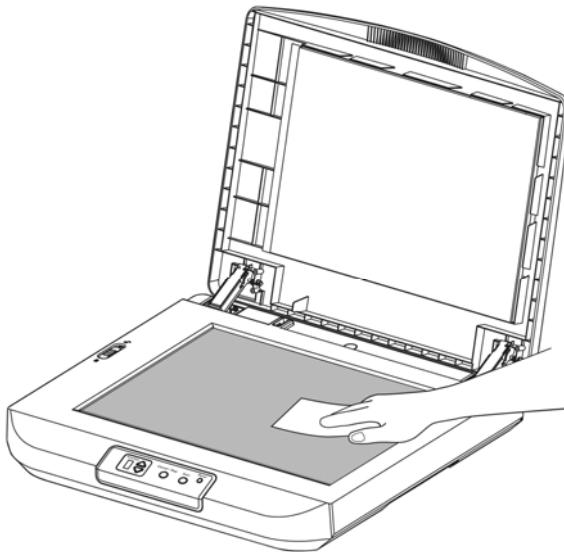

図7-1 クリーニングエリア
- 2) 図 7-1 に示されるように、ドキュメントカバーを開く。ドキュメントガラスを拭きます。